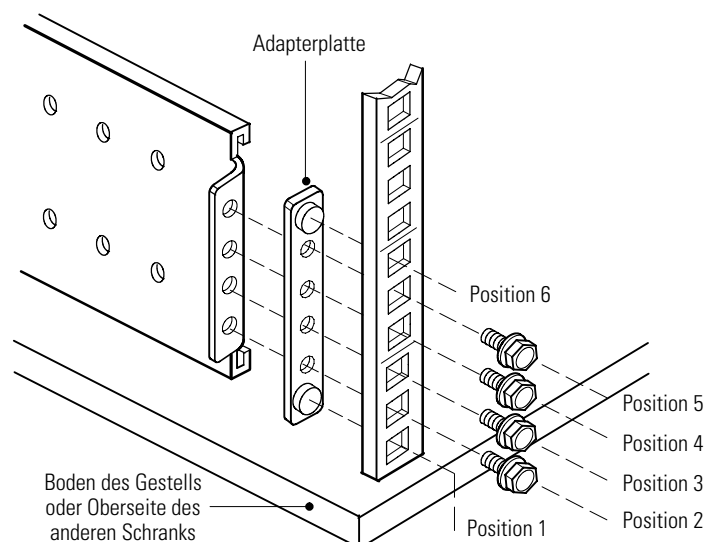

Abbildung 1. Sichern der hinteren Schiene (rechte Schiene abgebildet)
2. Schiene mit vier M5-Metallschrauben und einer Adapterplatte an der Rückseite des Gestells befestigen (siehe Abbildung 1).